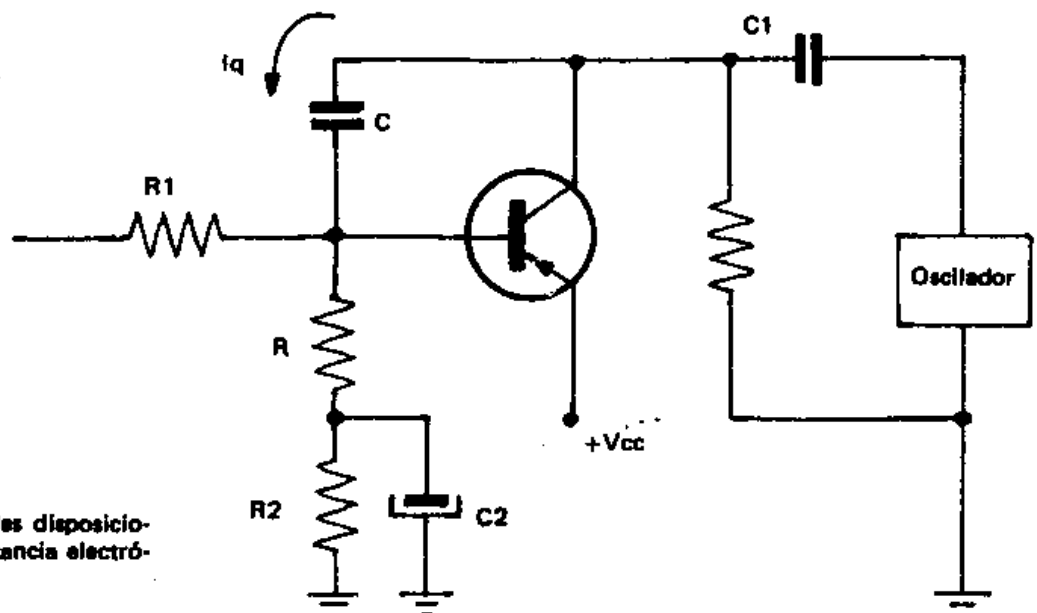

Fig. 5-8 Una de las posibles disposiciones para obtener una reactancia electrónica.
La señal de salida de este amplificador se aplica al bloque (26) que es una reactancia electrónica, o sea un circuito que se comporta como una capacidad o una inductancia, de acuerdo con los detalles que se tengan en cuenta en su diseño. Para que no le queden dudas le mostramos uno de los tantos circuitos capaces de cumplir con este cometido en la fig. 5-8. Veamos cómo trabaja.